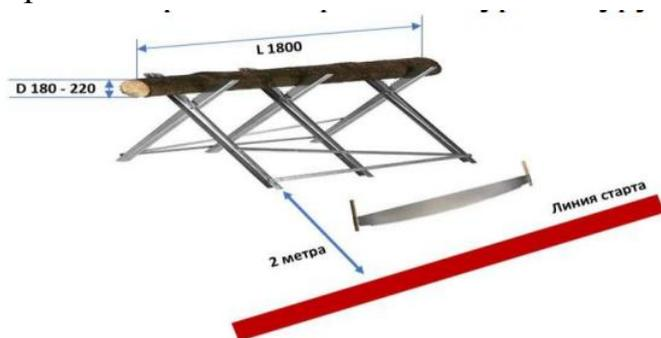

Рисунок 3 Раскряжевка бревна на чурки двуручной пилой
3. Далее члены команды должны расколоть чурки на поленья. (Рисунок 3) Расколоть каждую чурку (минимум на 4 части)